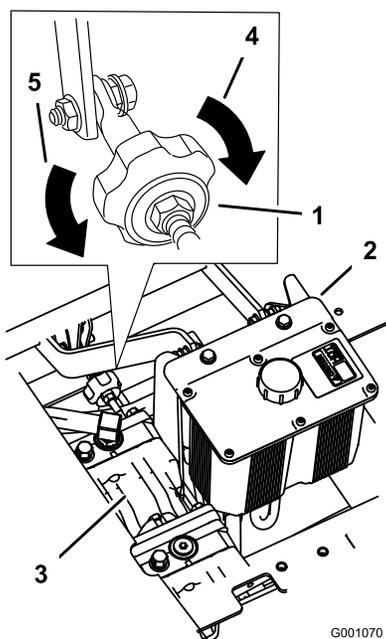

Figura 54
4. Per dirigere la macchina verso destra, girate la manopola verso il lato destro della macchina. Vedere Figura 54.
5. Per dirigere la macchina verso sinistra, girate la manopola verso il lato sinistro della macchina. Vedere Figura 54.